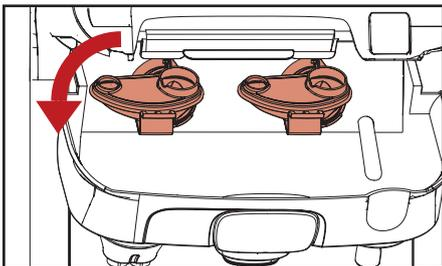

Fig. 5.10 - Retirar cazoletas de mezcla
- b. Gire las cazoletas de mezcla en sentido contrario a las agujas del reloj y tire de ellas para proceder a su extracción (fig. 5.10).